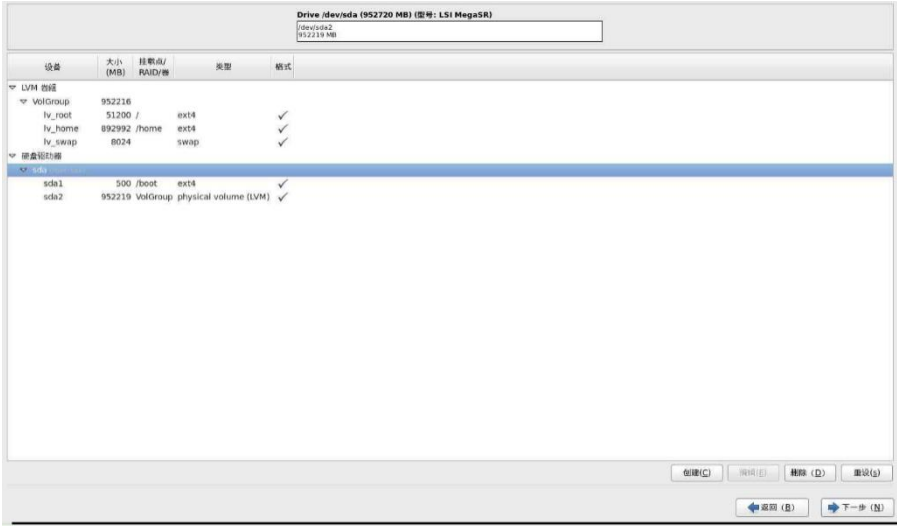

图 6-58
- s. 设置启动设备，通常默认即可，在多系统使用时，需要在此进行启动设备的设定。如图 6-58 所示。